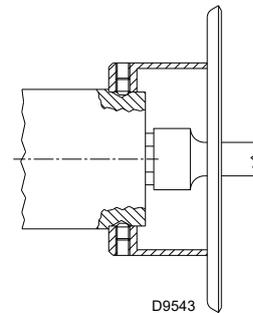

Fig. 20
- Enlever le gicleur 1)(Fig. 20) à l'aide d'une clé à tube.
- Installer le gicleur 1)(Fig. 20).